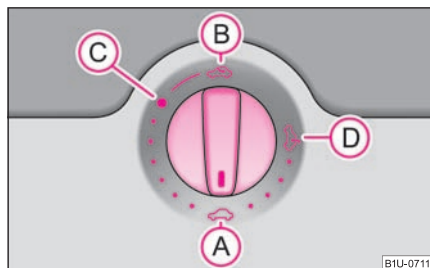

Fig. 42 Comutator rotativ pentru trapa/plafonul glisant electric
Trapa/plafonul glisant se poate deschide și închide când contactul este pus, de la comutatorul rotativ ⇒ fig. 42. Comutatorul rotativ are mai multe poziții.
- Rotiți comutatorul în poziția **(C)** ⇒ pagina 46, fig. 42.
- Rotiți comutatorul în poziția **(A)** ⇒ pagina 46, fig. 42.
Puteți închide trapa/plafonul glisant fără activarea protecției la suprasolicitare apăsând comutatorul în poziția **(A)** ⇒ pagina 46, fig. 42 în față, până când trapa/plafonul glisant se închide complet ⇒ **!**.
După fiecare acționare de urgență (cu cheia hexagonală) trapa trebuie adusă în poziția de bază. De aceea trebuie să rotiți comutatorul în poziția **(A)** ⇒ pagina 46, fig. 42 și să îl apăsați cca. 10 secunde. ■